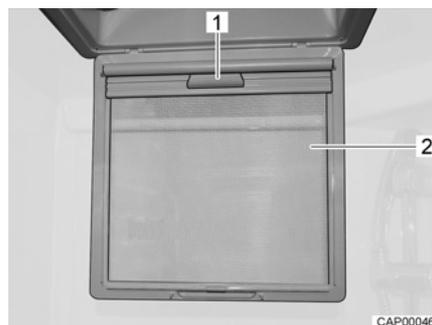

Fig. 34 Persiana oscurecedora enrollable
- Plegar hacia abajo la protección contra insectos (Fig. 34,2).
- Tirar la persiana oscurecedora enrollable hacia abajo por el tirador (Fig. 34,1) hasta que engatille del lado opuesto.
- Desenganchar la persiana oscurecedora enrollable por el tirador (Fig. 34,1) y regresar la misma lentamente a su posición inicial.
- Plegar hacia arriba la protección contra insectos (Fig. 34,2) hasta que engatille.